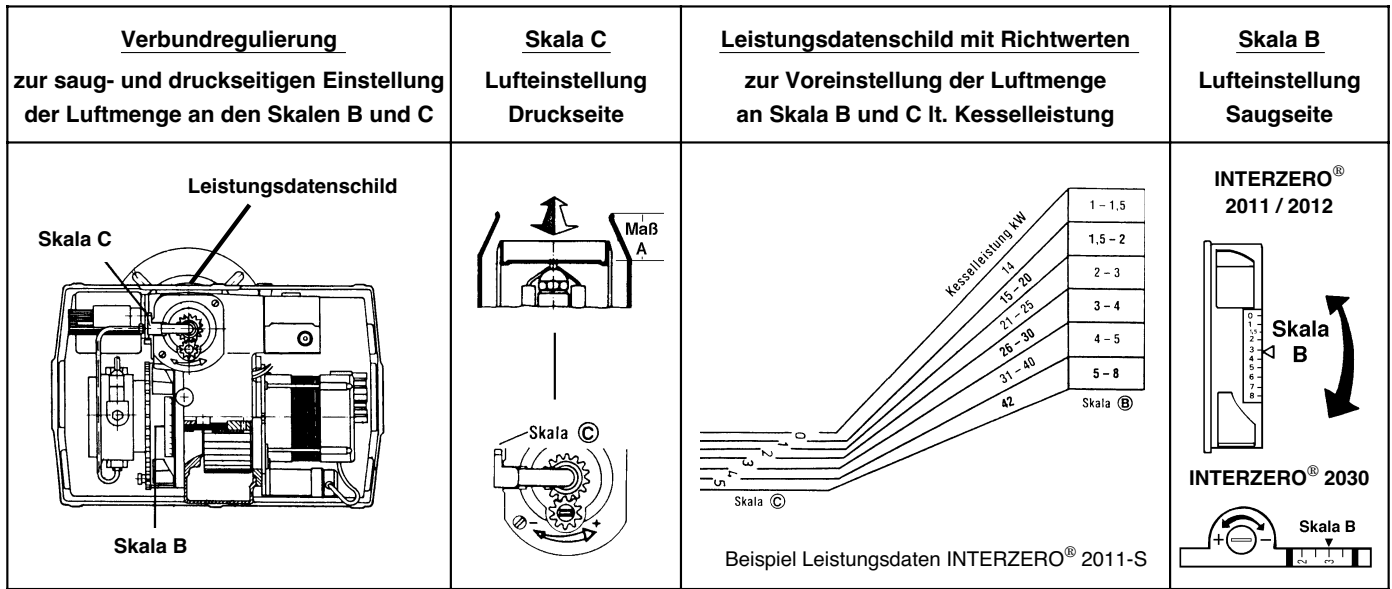

Abb. 4: Verbundregulierung und Leistungsdatenschild mit Richtwerten zur Voreinstellung der Luftmenge
- Die Voreinstellung der Luftmenge erfolgt saug- und druckseitig. Entsprechend der Kesselleistung wird die Luftmenge am Brenner saugseitig über das Skalenmaß B und druckseitig über das Skalenmaß C eingestellt (s. Abb. 4). Die Richtwerte für B und C sind dem Leistungsdatenschild auf dem Brenner oder der Tabelle 3 zu entnehmen.
¹⁾ = Abstand Stauscheibe - Brennerrohr (s. Abb.4)